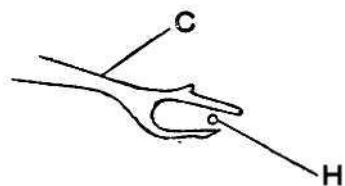

Рис. 23
2. Когда нитевой крючок расположен в крайнем левом положении (рис. 23) после завершения выше описанных регулировок, острие иглы «H» должно располагаться посередине зубца нитевого крючка «C». Игла также может пройти сквозь нитевой крючок в положении чуть ниже его середины. Необходимо выполнить более точную регулировку, если острие иглы соприкасается с нитевым крючком.